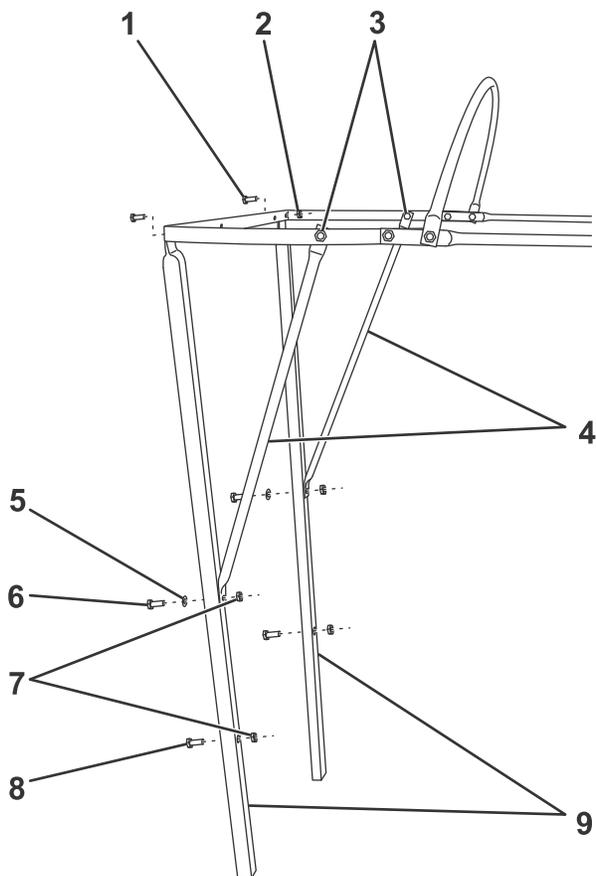

Bild 3
8. Befestigen Sie die Streben lose mit zwei Schrauben ($\frac{1}{4}$ " x $1\frac{1}{4}$ "), Unterlegscheiben und Sicherungsmuttern an den Pfosten (Bild 3).
9. Befestigen Sie die oberen Streben lose am vorderen und hinteren Pfosten mit vier Schrauben ($\frac{1}{4}$ " x $\frac{5}{8}$ ") und Sicherungsmuttern (Bild 3).
10. Setzen Sie die restlichen beiden Schrauben ($\frac{1}{4}$ " x 1") durch die unteren Löcher an den Streben und bringen Sie die Sicherungsmuttern an (Bild 3).